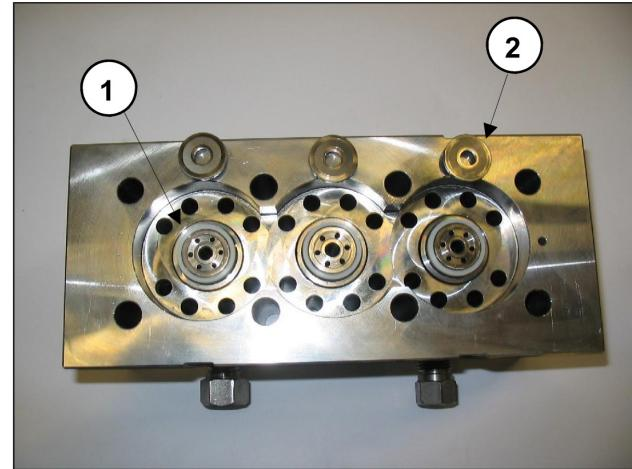

Fig. 41
Durante a desmontagem das camisas, preste atenção para não derramar os locais da válvula^① e as válvulas planas^②, conforme indicado na Fig. 41, as quais estão sendo posicionadas somente na parada para poder cair.